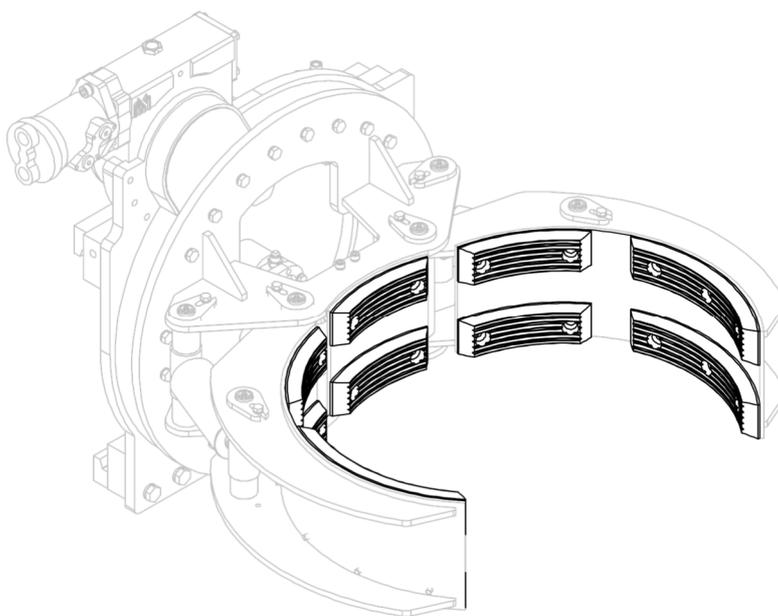
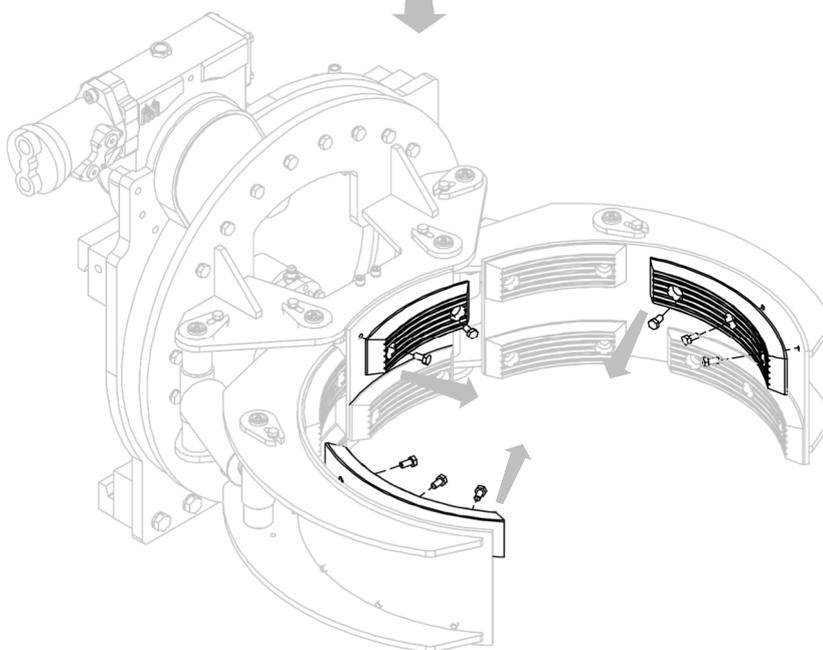

Figure 18
Figure 19
2. Retirer les plaques caoutchoutées après avoir retiré les vis correspondantes (voir *Figure 18* et *Figure 19*).